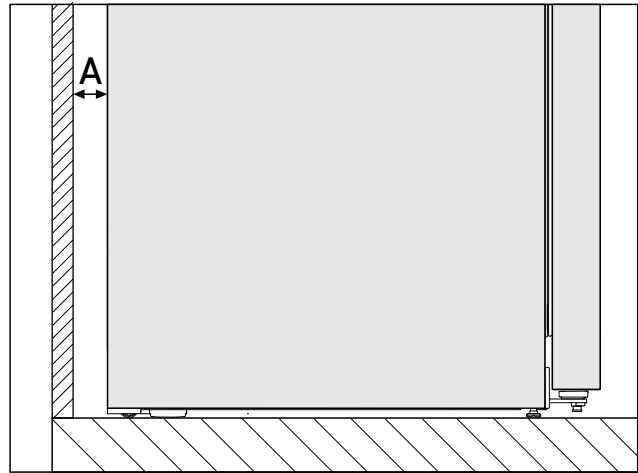

Fig. 2 *
La consommation d'énergie a été déterminée avec une distance des murs Fig. 2 (A) entre l'arrière de l'appareil et le mur. Si la distance des murs est inférieure à Fig. 2 (A), cela n'a aucune incidence sur le fonctionnement de l'appareil. Si la distance des murs est réduite, la consommation d'énergie peut augmenter légèrement et de la condensation peut se former sur la paroi arrière de l'appareil.*